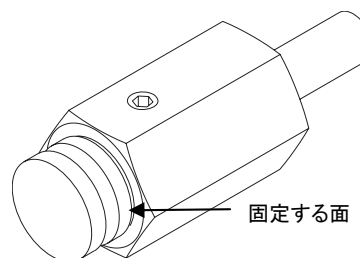
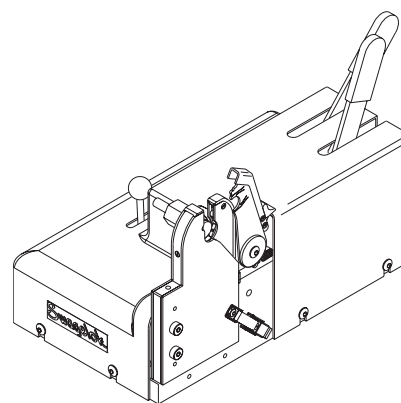

Figure 23 固定する面
Figure 24 所定の位置に固定されたセンタリング・ゲージ
2. 左側の可動型クランプを使って、**Fig.23** に示すとおりセンタリング・ゲージを円形の面の奥までしっかりと固定します。**Fig.24** をご参照ください。